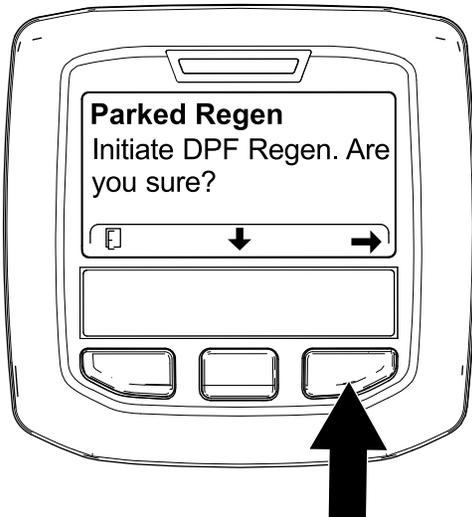

Рисунок 57
4. На экране INITIATE DPF REGEN (НАЧАЛО РЕГЕНЕРАЦИИ DPF) нажмите правую кнопку, чтобы продолжить (Рисунок 57).